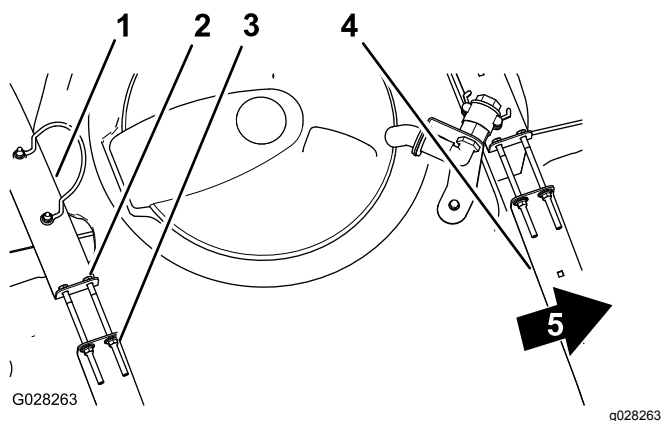

Figura 43
2. Verifique se há algum movimento entre as correias do depósito e o depósito (Figura 43).
- Se as correias do depósito estiverem largas, aperte os parafusos e as porcas de bloqueio na parte superior das correias até estas ficarem justas à superfície do depósito (Figura 43).